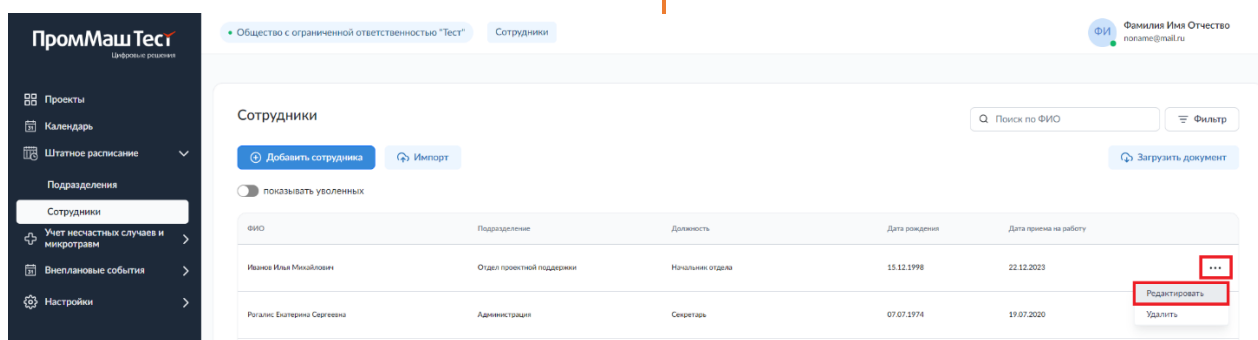
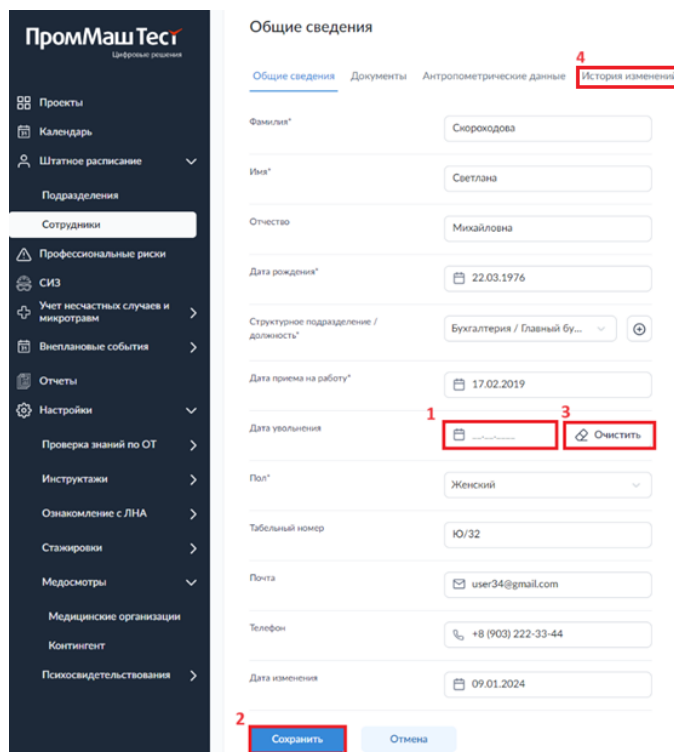

Рисунок 21. Раздел «Сотрудники». Редактирование сведений о сотруднике.
Рисунок 22. Раздел «Сотрудники». Окно редактирования сведений о сотруднике.
Для внесения в систему сведений об увольнении необходимо в разделе «Сотрудники» вызвать окно редактирования сведений нажатием на кнопку «...», расположенную напротив записи о сотруднике, после чего выбрать «Редактировать» (рис. 21). Откроется окно изменения сведений о сотруднике. По заполнению графы «Дата увольнения» (1) и нажатию кнопки «Сохранить» (2) сведения об увольнении будут внесены в систему (рис. 22).
Для изменения сведений необходимо в разделе «Сотрудники» вызвать окно редактирования нажатием на кнопку «...», расположенную напротив записи о сотруднике, после чего выбрать «Редактировать» (рис. 21). Откроется окно изменения сведений о сотруднике. По внесению изменений в графы, требующие корректировки и нажатию кнопки «Сохранить» (2) сведения о них будут внесены в систему (рис. 22). История изменений доступна по кнопке (4).